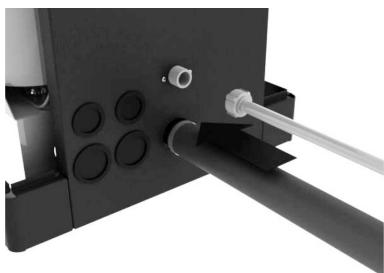

рис. 24
7. Присоедините линию подачи воды к соединению 3/4" электроклапана, расположенному снизу пароувлажнителя [рис. 24, 25].